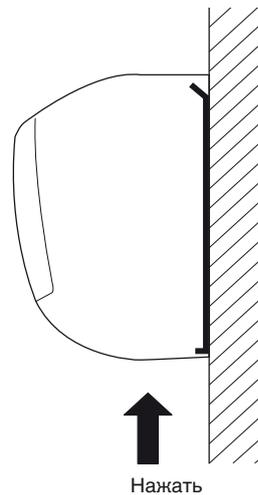

Рис. 3-33
- (3) Нажмите на 2 △ метки в нижней части внутреннего блока и разъедините петли. Затем поднимите внутренний блок и снимите его. (Рис. 3-33)